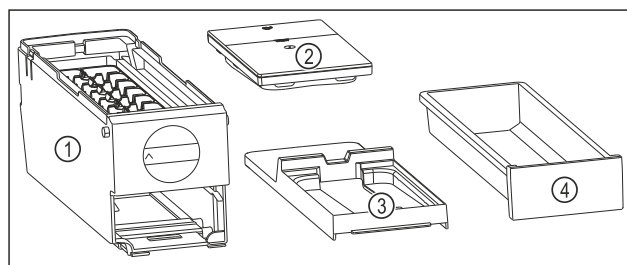

Fig. 119 EasyTwist-Ice'i koostisosad
- ▶ EasyTwist-Ice on neljaks osaks lahti võetud. (vt. Fig. 119)
- ▶ Osandage EasyTwist-Ice ainult kujutatud koostisosadeks. (vt. Fig. 119)
- ▶ Puhastage EasyTwist-Ice'i korpust Fig. 119 (1) tervikuna.